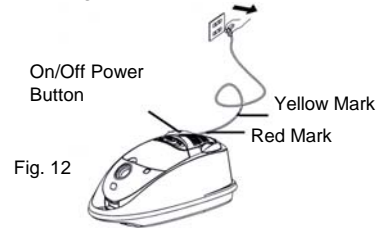

Fig. 12
2. Appuyez sur le bouton On/Off situé sur l'appareil pour mettre l'aspirateur en marche. (Fig. 12)
**Remarque:** Une fois tous les accessoires en place, étirez le cordon sur une longueur suffisante et insérez la fiche dans la prise murale. Une marque jaune indique la longueur idéale du cordon d'alimentation. N'allongez pas le cordon plus loin que la marque rouge. (Fig. 12)
Votre aspirateur est doté d'un cordon d'alimentation auto rétractable. Pour allonger votre cordon d'alimentation, tirez-le de l'arrière et tirez-le jusqu'à la longueur désirée jusqu'à la marque jaune. (Fig. 12) N'allongez pas le cordon d'alimentation plus loin que la marque rouge. Lorsque le nettoyage est terminé, éteignez l'appareil en premier et débranchez-le ensuite de la prise électrique. Appuyez ensuite sur le bouton de rembobinage du cordon. Si le cordon ne se rembobine pas complètement, tirez-le et appuyez à nouveau sur le bouton de rembobinage.
2. Press the Power On/Off button located on the unit to turn the vacuum cleaner "On". (Fig. 12)
**Note:** Once all attachments are in place, unwind a sufficient length of cable and insert the plug into the wall outlet. A yellow mark on the power cord shows the ideal cable length. Don't pull the power cord beyond the red mark. (Fig. 12)
Your vacuum cleaner includes a power cord which is automatically retractable. To extend your power cord, pull from rear and extend to desired length up to the yellow mark on the power cord. (Fig. 12) Do not pull the power cord beyond the red mark. When vacuuming is finished, first switch off power and disconnect plug from electrical outlet. Then press on cord rewind button. If the cord does not fully retract, pull it out again and then press on cord rewind button.